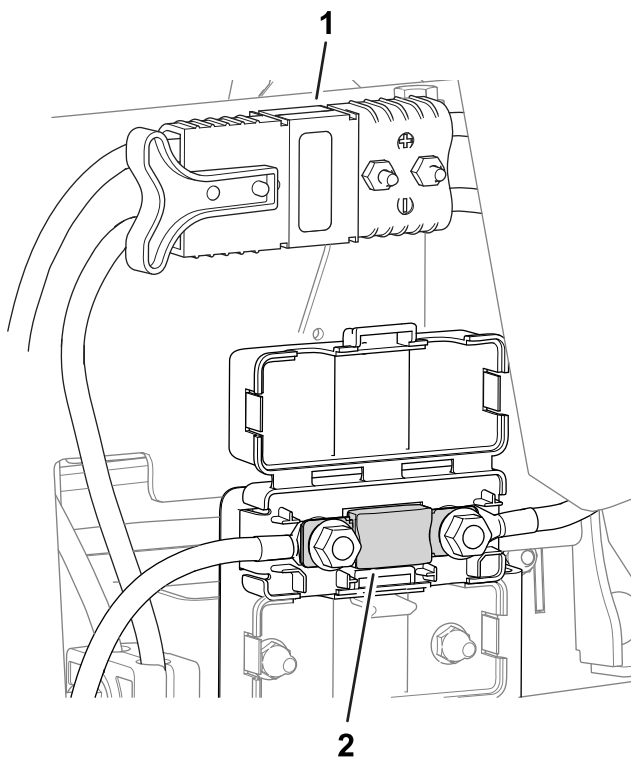

Figura 49
- El fusible del sistema eléctrico está situado debajo de los conectores eléctricos principales (Figura 49).